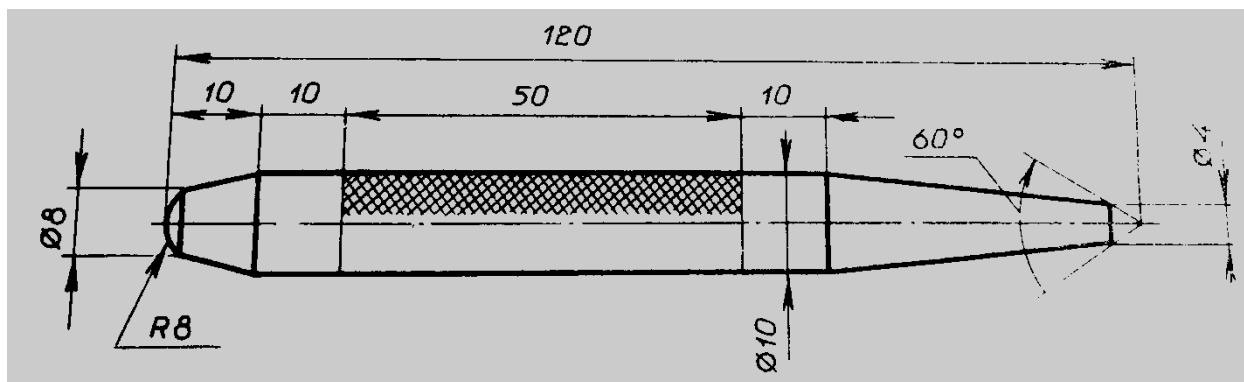

Рис. 1. Кернер
1. По указанным данным, в *M 1:1* разработайте чертеж кернера (Рис.1). Чертеж оформляйте на одном формате А 4, с указанием рамки и основной надписи.